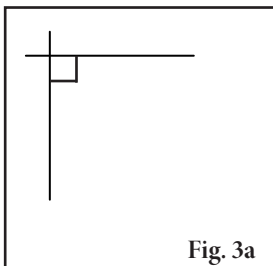
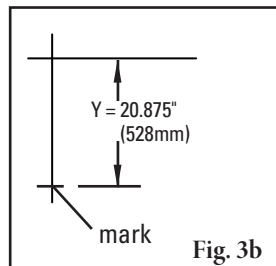
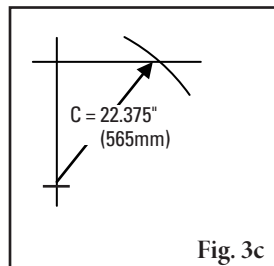

Fig. 3a
Fig. 3b
Fig. 3c
3. **etermine la medida final.** En una superficie vertical plana, con un nivel, trace una línea horizontal y una vertical creando un triángulo rectángulo (Fig 3a). Mida desde la intersección en la medida "Y" establecida y marque (Fig 3b). Con la cinta mida comenzando en la marca "Y" modificada, mueva la cinta a lo largo de la línea de "X" y marque la medida "C" donde cruza la línea "X" (Fig 3c). Mida desde la intersección hacia la intersección "C" y esta será su nueva medida "X" (Fig 3d).